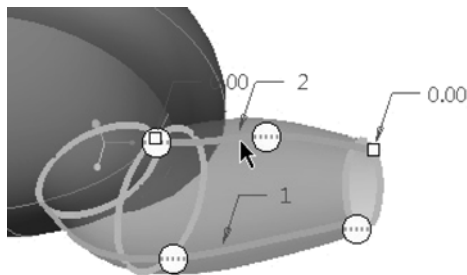

图 13-132 指定第二方向链
③ 在“边界混合”选项卡中单击“第二方向链”收集器的框，将其激活，接着选择如图 13-132 所示的两条草绘基准曲线作为该方向链曲线。